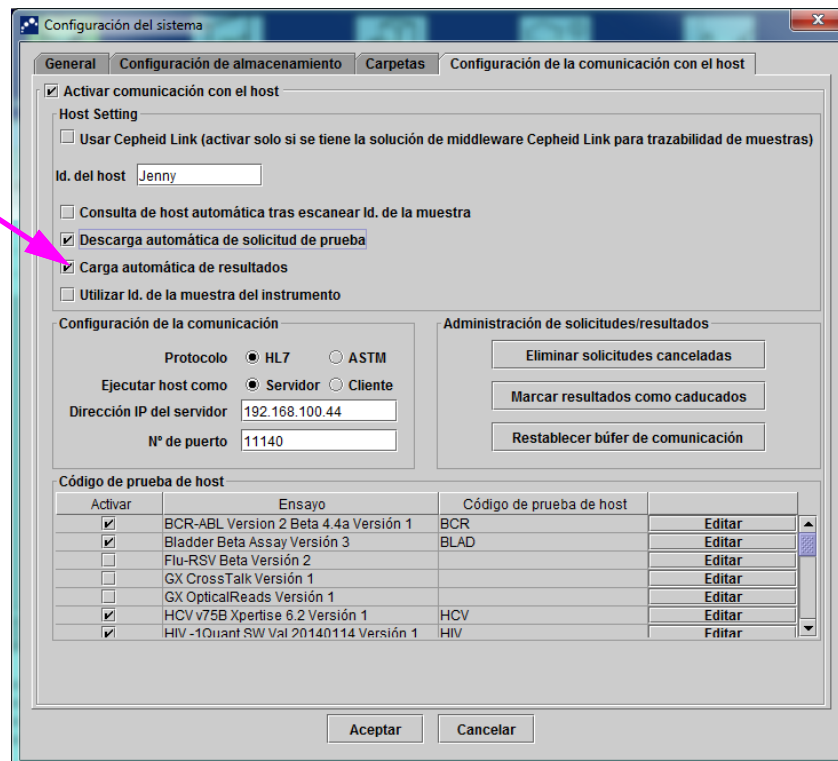

Figura 5-98. Carga automática de resultados
1. En la ficha **Configuración de la comunicación con el host** del cuadro de diálogo Configuración del sistema, haga clic en la casilla de verificación **Carga automática de resultados** para que el resultado se cargue tan pronto como finalice la prueba. Consulte la figura 5-98.
1. En la ficha **Configuración de la comunicación con el host** del cuadro de diálogo Configuración del sistema, verifique que la opción **Carga automática de resultados** esté desactivada. Consulte la figura 5-98.